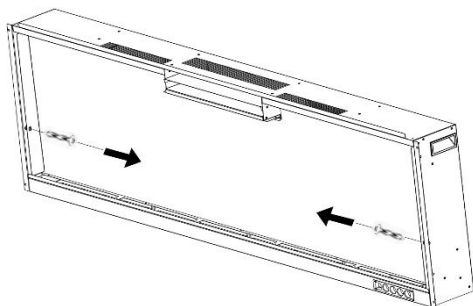

Abb. 2-1
A. Entfernen Sie die Schrauben (1 pro Seite) an den Seiten des Kamins. Legen Sie die Schrauben beiseite (**Abb. 2-1**)